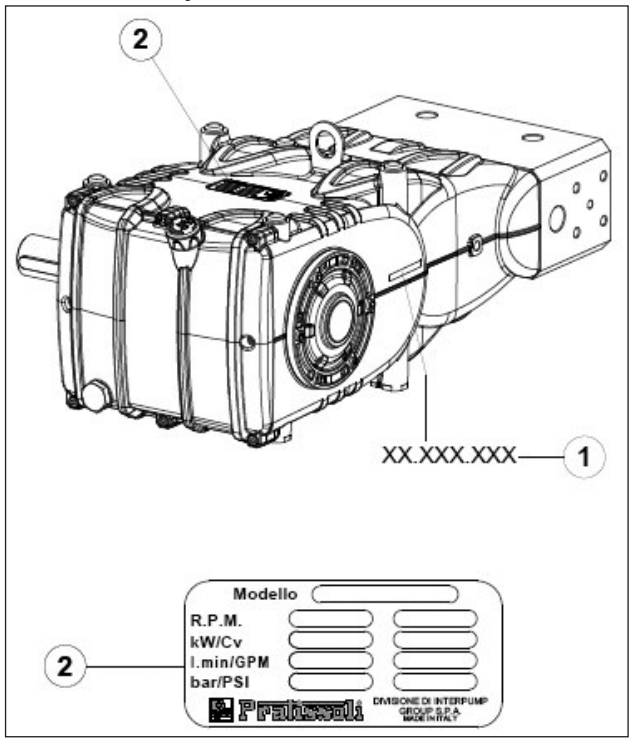

图 1
每个泵图 1 均带有自己的系列号 XX.XXX.XXX，请查看位置①以及识别标牌，请查看位置②，上面标有：